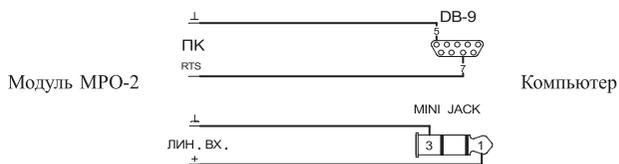

Рисунок 3
- присоединить провода RTS и «Л» к разьему RS-232 компьютера (см. рисунок 3).
- присоединить провода линейного выхода ПК к клеммам «Лин.вх.» модуля (см. рисунок 3)